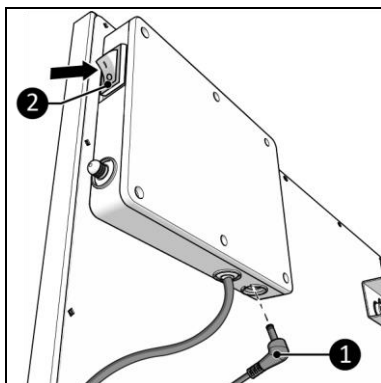

Figure 14
1. Assurez-vous que le commutateur ON/OFF est en position OFF (figure 14, pos. 2).
2. Branchez le connecteur du capteur de température (figure 14, pos. 1) sur la prise du capteur.